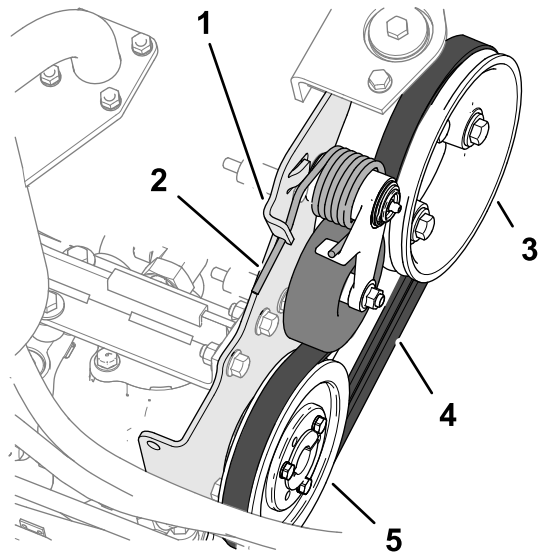

図 81
2. springの端を押し下げてポンプマウントのタブのノッチから外し、前方に移動させる 図 81。